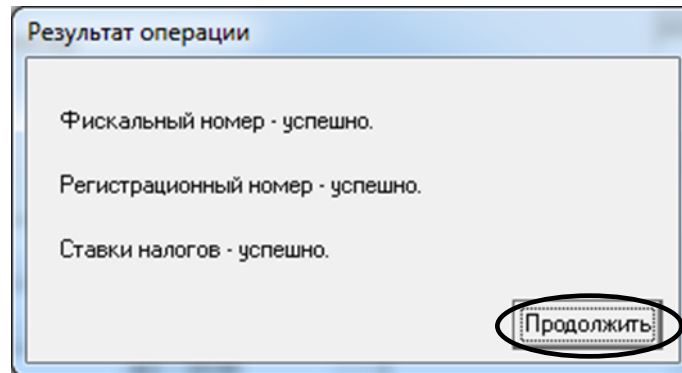

Рисунок 19
5.8 З'явиться вікно (рисунок 19). Натиснути кнопку «Продолжить».